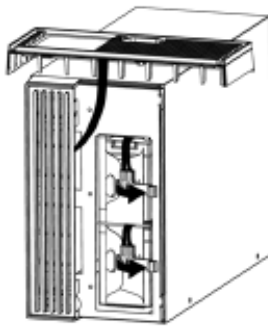

FIG. 3
4. Appuyez vers le bas pour déverrouiller les supports du connecteur de la batterie (FIG. 3).